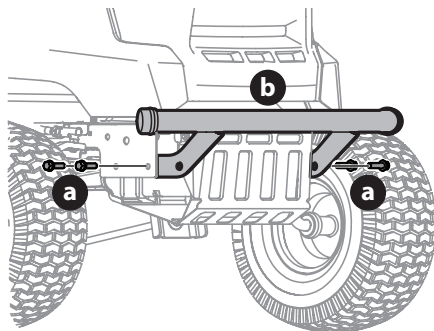

Figure 9
1. Retirez les quatre boulons (a) du pare-chocs (b) (Figure 9).
2. Placez les supports du pare-chocs à l'intérieur du châssis et fixez-les avec les boulons à bride (a). Couple de serrage à 38-46 N m (332-405 in-lbs) (Figure 9).